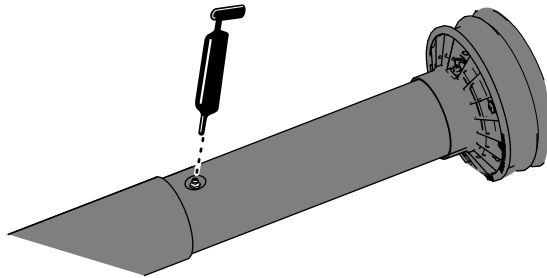

Bild 10
3. Ziehen Sie die Zapfwelle auseinander, um an den Schmiernippel in der Mitte der inneren Schutzabdeckung der Antriebswelle zu gelangen (**Bild 10**).
4. Schmieren Sie den Schmiernippel des ausziehbaren Antriebswellengelenks, wie in **Bild 10** dargestellt.